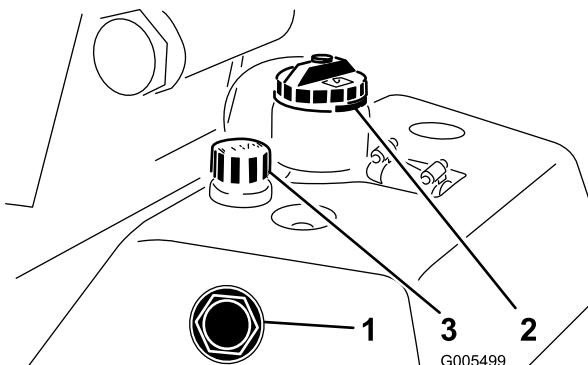

Figura 26
1. Coloque la máquina en una superficie nivelada. Asegúrese de que la máquina se ha enfriado, para que el aceite esté frío. Compruebe el nivel de aceite observando la mirilla situada en el lado del depósito de aceite auxiliar (Figura 26). Si el nivel de aceite se encuentra entre las dos marcas de la mirilla, el nivel es suficiente.